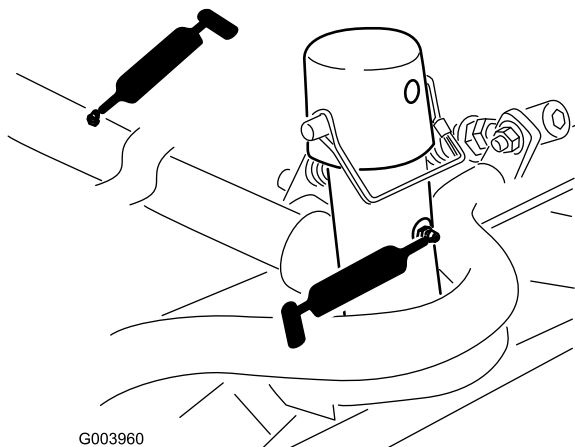

Figure 49
- Bâti porteur de plateau de coupe et pivot (x 2) (Figure 49)